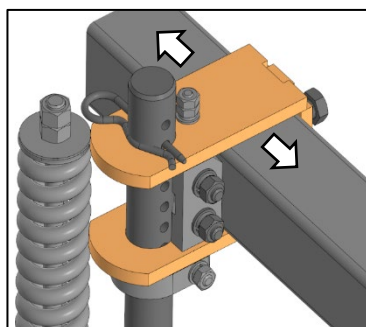

Рисунок 77 – Регулировка турбоножа
2. Отрегулировать положение турбоножа, перемещая кронштейн вдоль рамы, рис. 77.